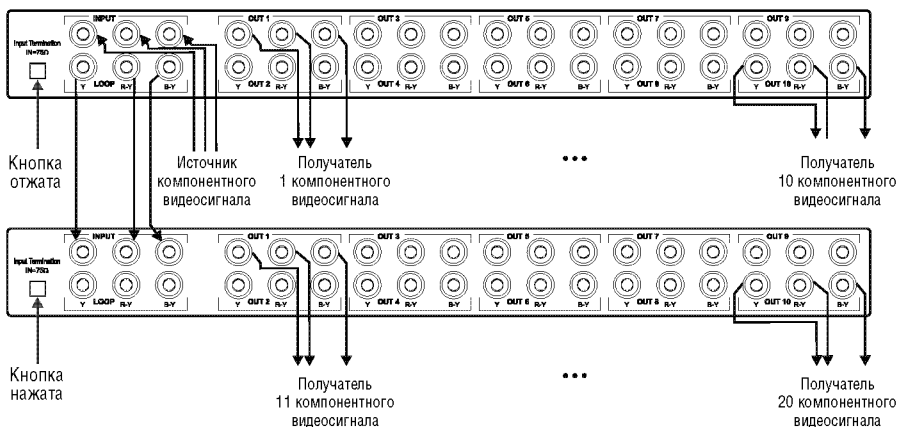

Рис. 4. Подключение нескольких приборов VM-100C
Вы можете подключить несколько приборов **VM-100C**, чтобы создать большую систему распределения компонентного видеосигнала. Например, на рис. 4 показано подключение двух приборов **VM-100C** для создания системы распределения 1:20.
5. Подключить оба шнура электропитания³ (не показаны на рис. 4).